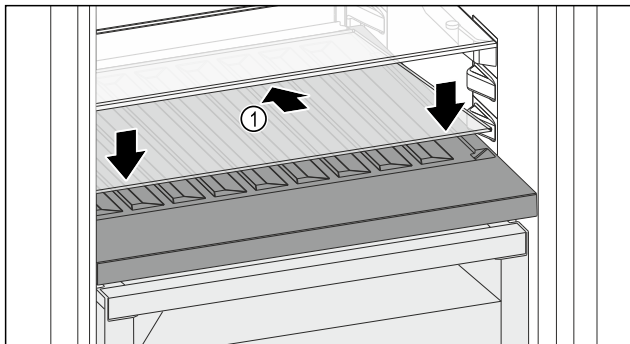

Fig. 111
- ▶ Helyezze be ferdén, hátul lefelé döntve az üveglapot Fig. 111 (1).
- ▶ Engedje le az üveglap Fig. 111 (1) elejét.